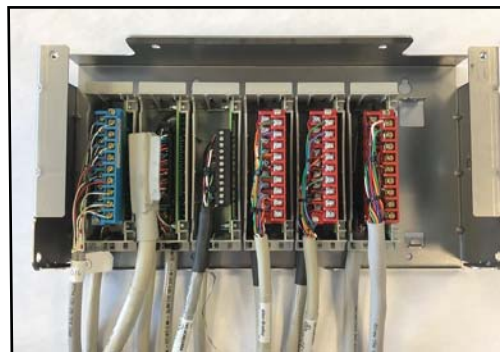

Рис. 6b
b) Повторите шаг а для всех остальных клеммных колодок полевых соединений и переходных модулей. (см. рис. 6b)